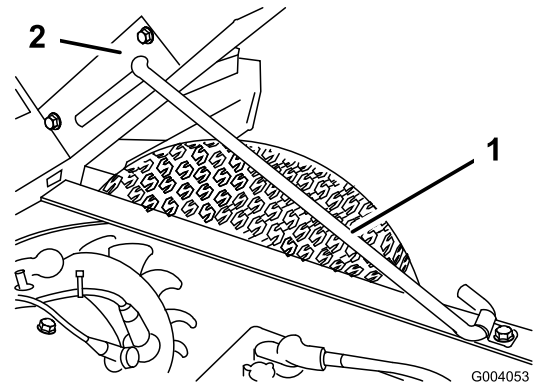

Bild 27
2. Ziehen Sie die Stützstange in die Auskerbung, um die Staubox zu befestigen (Bild 27).